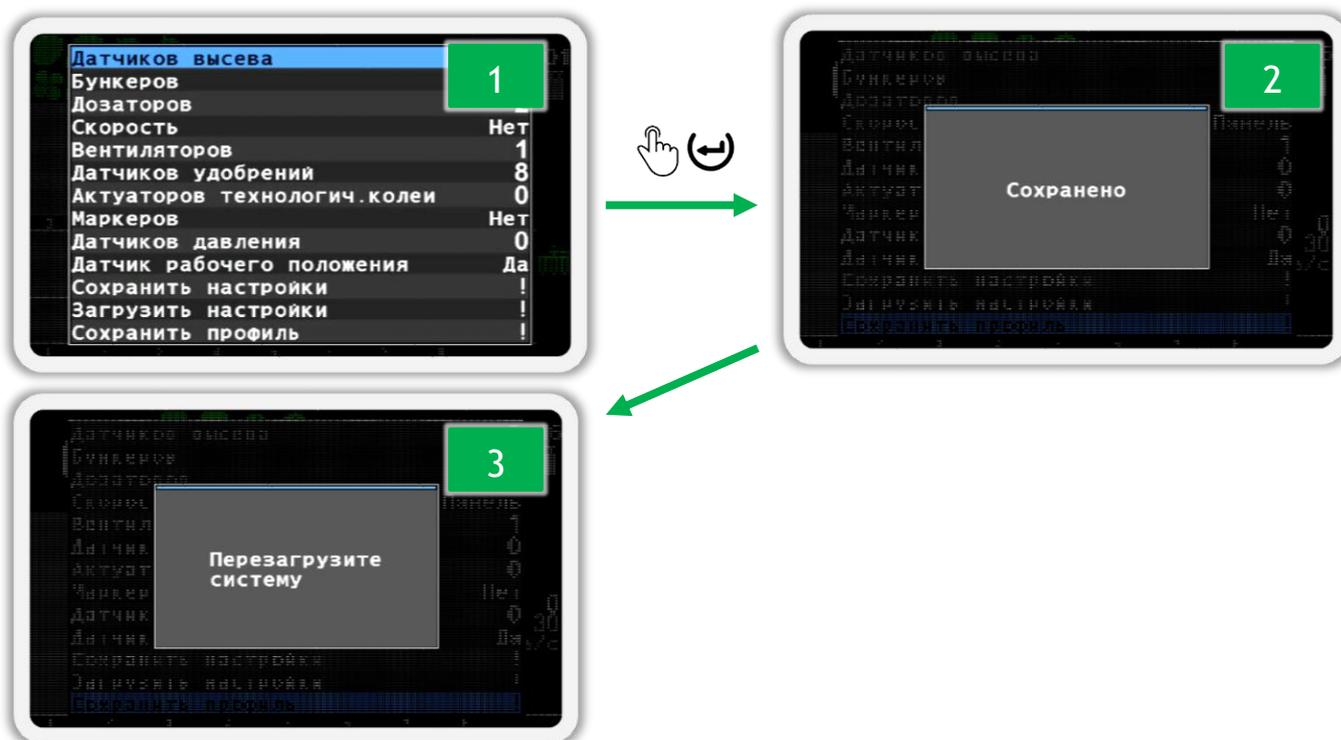

Рисунок 49
5. После того, как вы настроите параметры профиля панели оператора в соответствии с комплектацией вашей системы, перейдите к пункту меню  «Сохранить профиль» (см. Рисунок 49 п.1) и нажмите кнопку  «Меню». Если все настроено правильно, то в результате вы увидите первое сообщение «Сохранено» (см. Рисунок 49 п.2), а следом за ним сообщение «Перезагрузите систему» (см. Рисунок 49 п.3).